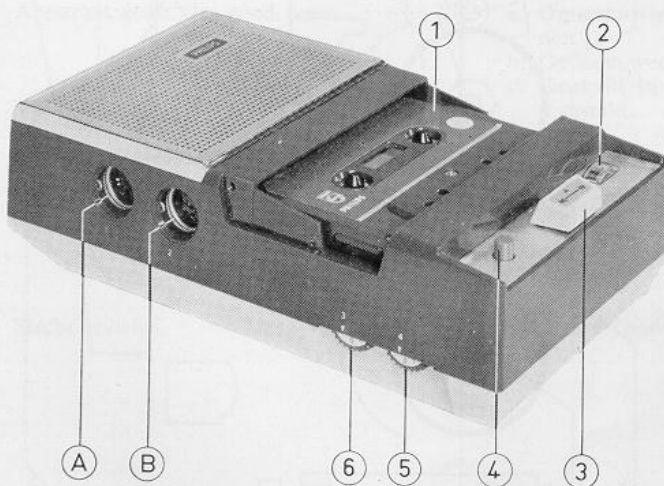

Fig. 1
1. cassette met band (zie fig. 1)
Hiervoor kan worden verwezen naar fig. 1.